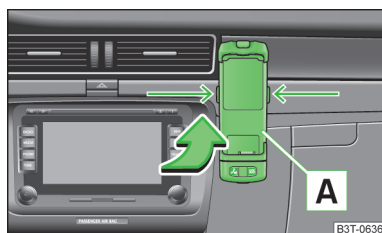

Fig. 114
- Împingeți mai întâi adaptorul **A** în sensul săgeții » fig. 114 până la limită în suport. Apoi apăsați ușor în jos adaptorul, până când acesta se blochează.
- Apăsați simultan elementele de blocare laterale ale suportului » fig. 114 și scoateți telefonul cu adaptorul.